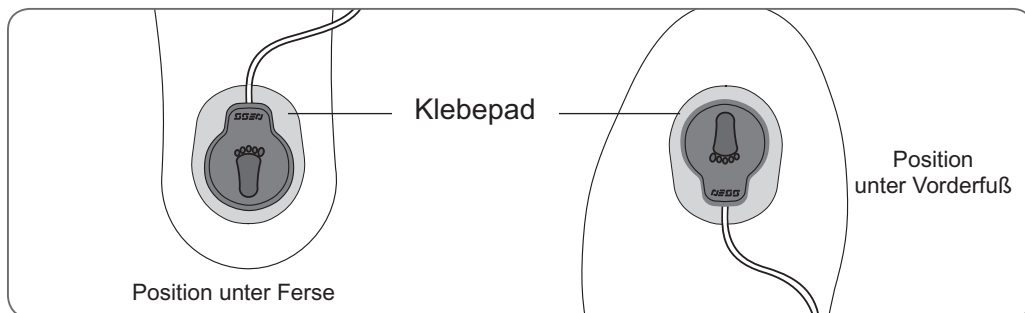

Abbildung 6-6: Platzierung des Gangsensors im Schuh
3. Bei der Platzierung unter der Ferse müssen Sie das Kabel des Intelli-Sense Gait Sensors im Schuh in Richtung Zehenbereich führen. Bei der Platzierung unter dem Vorderfuß müssen Sie das Kabel des Intelli-Sense Gait Sensors im Schuh in Richtung Fersenbereich führen. Befestigen Sie dann den Drucksensor am Klebepad. (Siehe Abbildung 6-6.) Orientieren Sie sich bei der Platzierung am Fußsymbol auf dem Drucksensor.